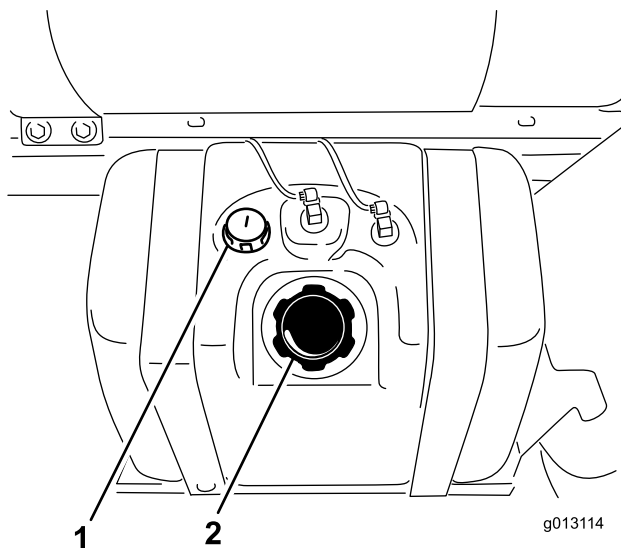

図 21
2. 燃料タンクのキャップ（図 21）の周囲をきれいに拭く。